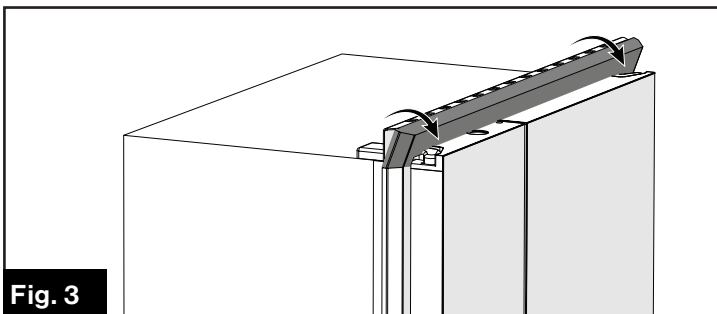
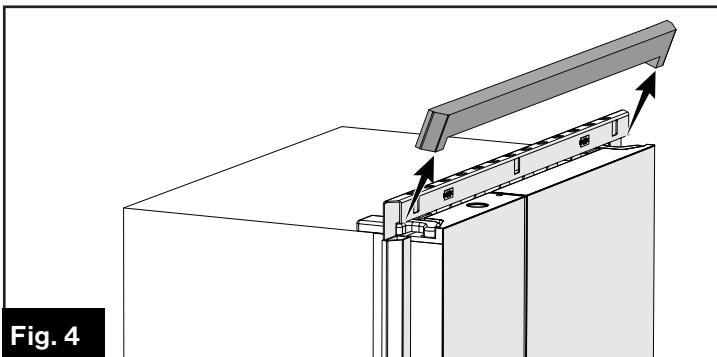
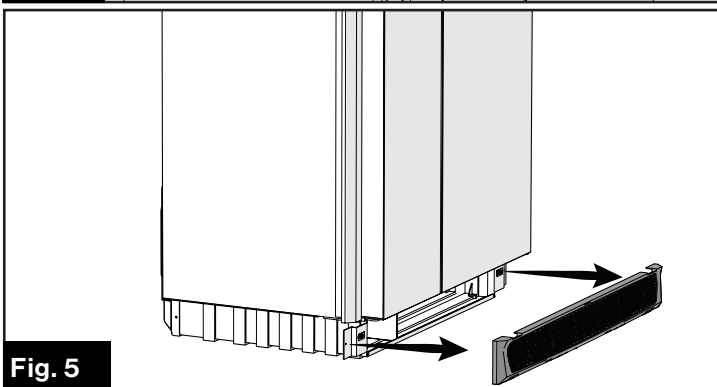

Fig. 3
Fig. 4
Fig. 5
4. Tirez sur le haut du conduit d'évacuation vers vous et soulevez-le pour le retirer du réfrigérateur. (Fig. 3 et Fig. 4) Tirez sur les côtés gauche et droit pour retirer l'évent d'admission inférieur du réfrigérateur. (Fig. 5)